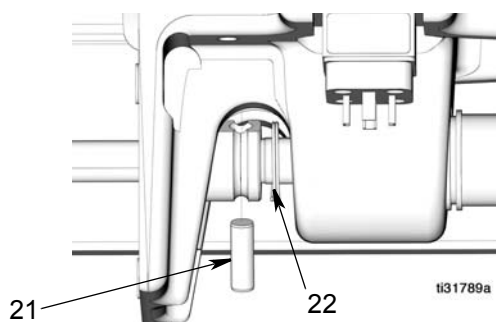

Рис. 33
3. Вставьте штифт (21) в совмещенные отверстия. Наденьте стопорное кольцо (22) на штифт (Рис. 33).